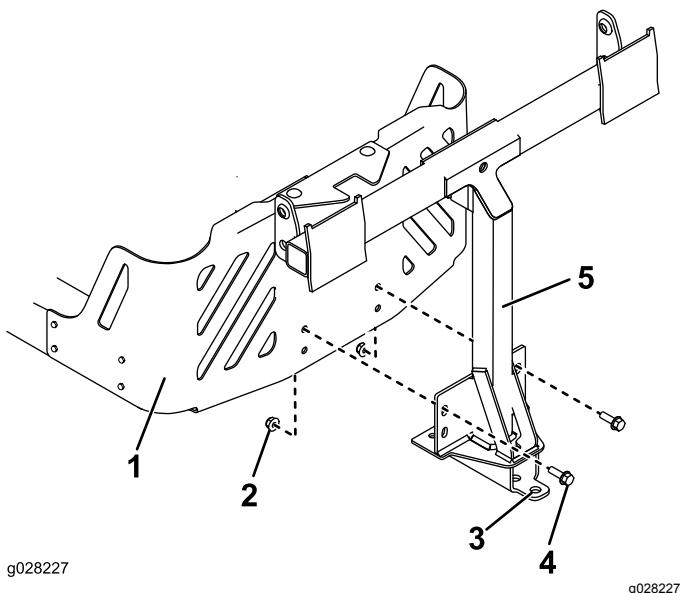

Figura 11
2. Montate il telaio del perno sulla macchina come illustrato nella Figura 11. Fissate il telaio del perno al telaio della macchina utilizzando 2 bulloni (5/16" x 1") e 2 dadi di bloccaggio (5/16").